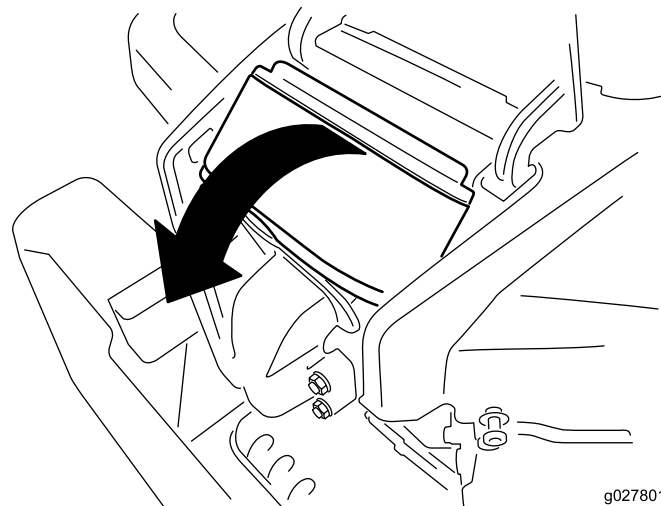

Figura 36
4. Sollevate il coperchio e ruotate il gruppo del filtro dell'aria per estrarlo dal motore (Figura 36).